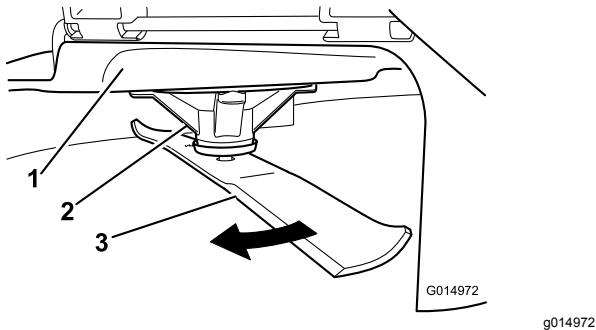

Figura 47
- Llevando guantes fuertemente acolchados u otro tipo de protección apropiada para las manos, gire la cuchilla a medir lentamente hasta una posición que permita medir eficazmente la distancia entre el filo de corte y la superficie nivelada en la que descansa la máquina (Figura 47).